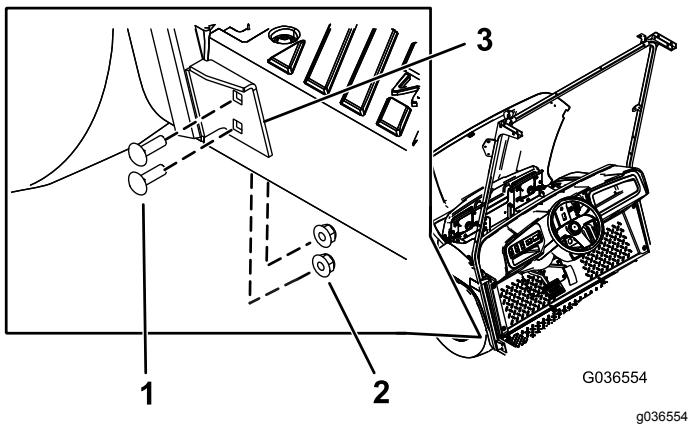

Figura 6
5. Prenda o suporte inferior do suporte do limpador de para-brisa ao lado esquerdo da máquina utilizando quatro parafusos da carroçaria (5/16 x 1 pol.) e quatro porcas flangeadas (5/16 pol.) nos furos que efetuou no passo 2 (Figura 6).